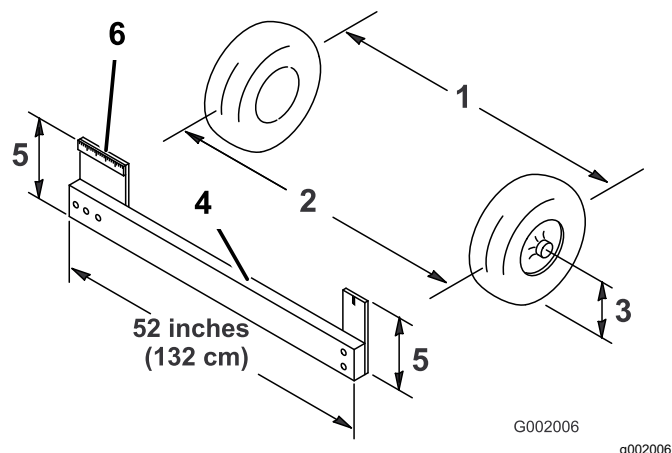

Figure 47
- Mesurez la distance entre les deux roues avant à hauteur d'essieu, à l'avant et à l'arrière des roues (Figure 47).
Remarque: Vous aurez besoin d'un gabarit ou d'un contrôleur d'alignement pour mesurer précisément l'arrière des roues avant à hauteur d'essieu. Utilisez le même gabarit ou outil pour mesurer précisément l'avant des roues avant à hauteur d'essieu (Figure 47).